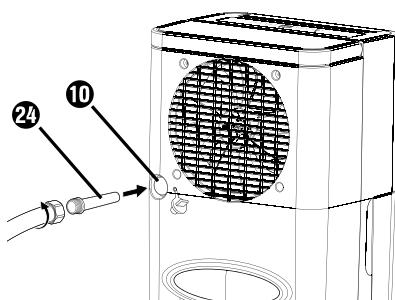

Abb. 5
- ◆ Schrauben Sie, bei Verwendung des EU-Gartenschlauchadapters **24**, einen Gartenschlauch auf den EU-Gartenschlauchadapter **24** (siehe Abbildung 5).